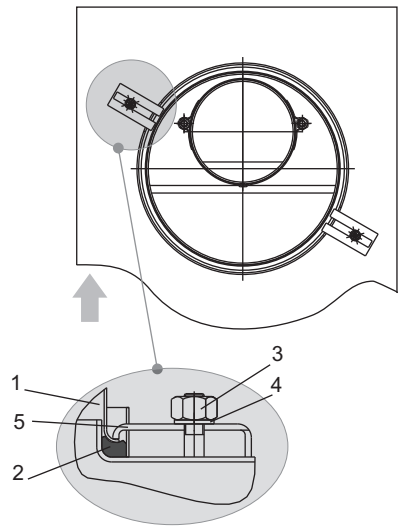

Рис. 4. Схема крепления воздуховода
6.3.8. Установить изделие проушинами (п. 4, рис.2) на шпильки крепления (п. 6, рис. 2), соединив при этом патрубок дымохода с фиксированным патрубком газохода наружного. Патрубок воздуховода (п. 1, рис. 2) разместить в кольцевом пазе котла на прокладку (базальтовый шнур). **Выставить вертикально изделие и закрепить его гайками (п. 9, рис.2), обеспечивая при этом плотный и герметичный прижим котла к воздуховоду.** Установить прижимы и закрепить ими воздуховод в пазе котла (рис. 4).